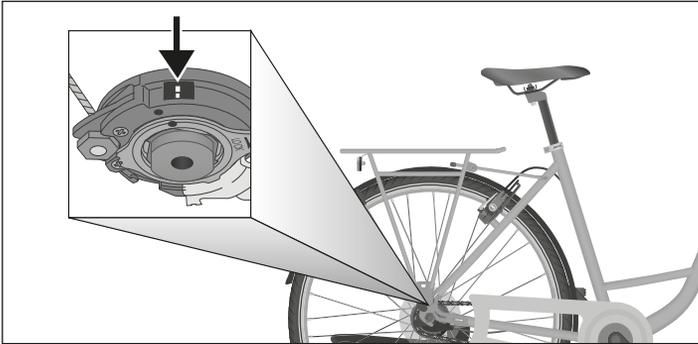

Abb.: E-23 Die Markierung für die Einstellung befindet sich an der Hinterradnabe.
3. Verstellen Sie die Einstellschraube am Drehgriff so, dass die beiden gelben Markierungen an der Hinterradnabe übereinstimmen (siehe *Abb.: E-23*).